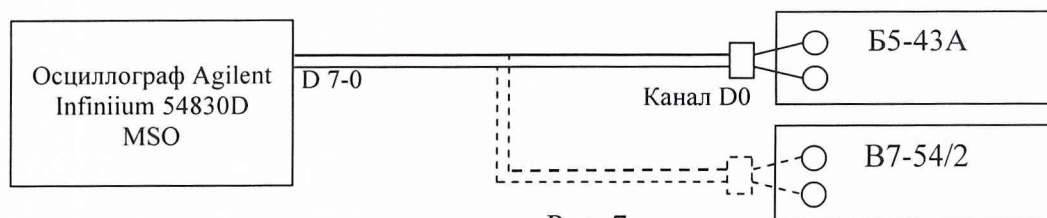

Рис. 7.
6.3.6.1 Собрать измерительную схему в соответствии с рис. 7.